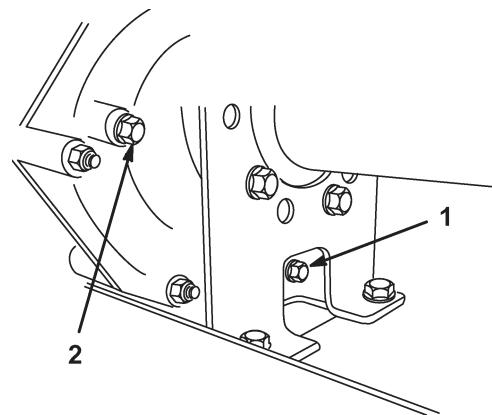

Bild 31
2. Entfernen Sie die Verschlusschraube aus der rechten Seite des Reservoirs (Bild 31) und lassen die Flüssigkeit in eine Wanne ablaufen. Schrauben Sie die Verschlusschraube wieder fest ein, wenn keine Flüssigkeit mehr ausströmt.
3. Füllen Sie das Reservoir (Bild 31) mit ca. 1,4 l 10W30 Motoröl oder bis sich der Ölstand an der Unterseite der Prüföffnung befindet (Bild 31).